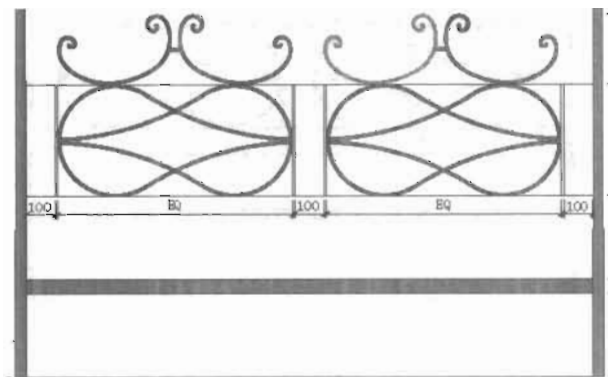

图 5-100
(14) 单击“修改”工具栏中的“复制”按钮, 将绘制好的图案向右侧复制，如图 5-100 所示。